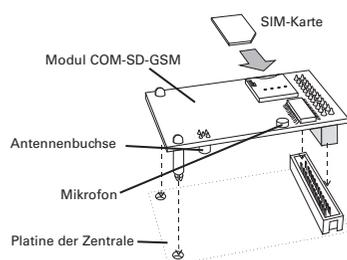

Abbildung 1: Installation des Moduls
4. Legen Sie eine registrierte SIM-Karte ein (Abbildung 1). Der PIN-Code (sofern vorhanden) muss zuvor deaktiviert werden.
5. Setzen Sie das Modul in die Zentrale ein (Abbildung 1). Wenn Sie die Adapterplatte verwenden, beziehen Sie sich bitte auf die Installationsanweisungen für den Adapter.